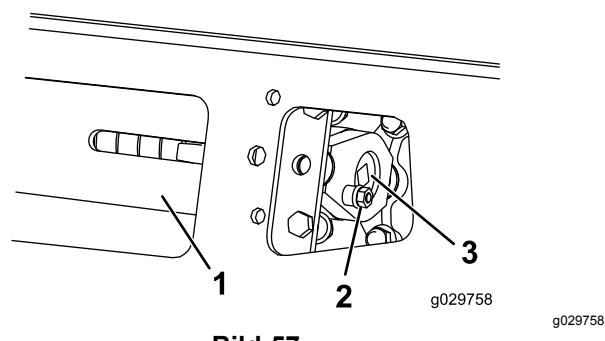
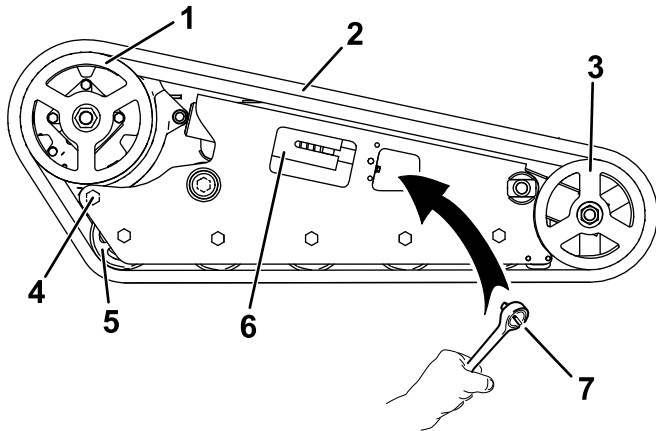

Bild 57
Bild 58
5. Fluchten Sie die am nächsten liegende Kerbe in der Spannschraube mit dem Loch der Befestigungsschraube aus und befestigen Sie die Schraube mit der Befestigungsschraube und Mutter (Bild 57).
3. Entfernen Sie die Befestigungsschraube und Mutter (Bild 57).
4. Entfernen Sie die Befestigungsschraube und Mutter (Bild 57).
5. Lösen Sie die Antriebsspannung mit einer Ratsche ($\frac{1}{2}$ "), indem Sie die Spannschraube nach rechts drehen (Bild 57 und Bild 58).
6. Lösen Sie die hintere Schraube in der Nähe des Antriebsrads (Bild 58).
8. Wenn Sie die Kette vom Vorderrad entfernt haben, entfernen Sie sie vom Antriebsrad und den Straßenträdern (Bild 58).
9. Wickeln Sie die Kette um das Vorderrad (Bild 58).
10. Drücken Sie die Kette unter und zwischen die Straßenträder (Bild 58).
11. Wickeln Sie die Ketten um das Antriebsrad (Bild 58).
4. Entfernen Sie die Befestigungsschraube und Mutter (**Bild 57**).
5. Lösen Sie die Antriebsspannung mit einer Ratsche ($\frac{1}{2}$ "), indem Sie die Spannschraube nach rechts drehen (**Bild 57** und **Bild 58**).
6. Lösen Sie die hintere Schraube in der Nähe des Antriebsrads (**Bild 58**).